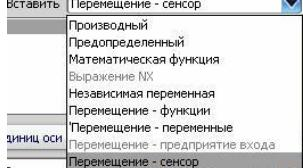

рис.136
- Тип функции определяем как **Перемещение – сенсор** (рис.136).